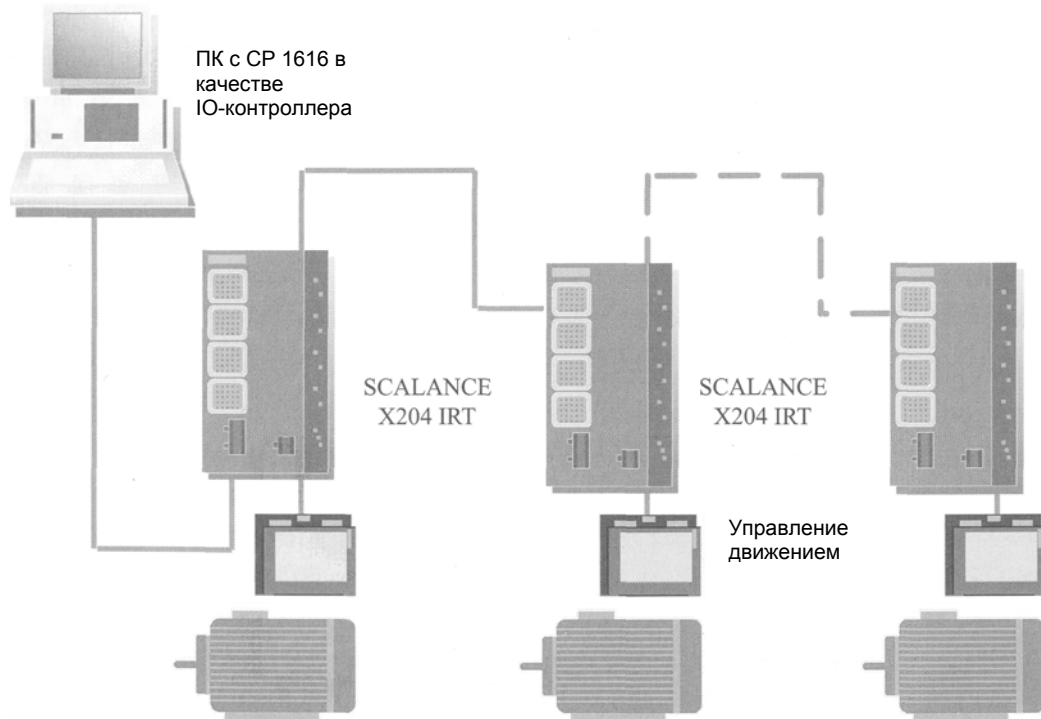

Рис. 7.35 Пример конфигурации сети с SCALANCE X204 IRT
- SCALANCE X204 IRT (см. рис. 7.35): для использования в сетях Industrial Ethernet на базе медных проводов с топологиями типа "линейная", "звезда" ("star") или "кольцо" ("ring") с четырьмя электрическими портами. Максимальная длина TP-линии между двумя коммутаторами 100 м с кабелем IE FC и штеккерами IE FC RJ45-Plug 180 или 10 м при использовании кабеля TP Cord;